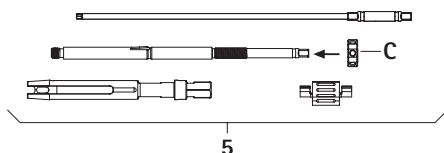

Fig. 11
- Visser l'écrou de serrage **C** sur la douille intérieure, voir Fig. 11.